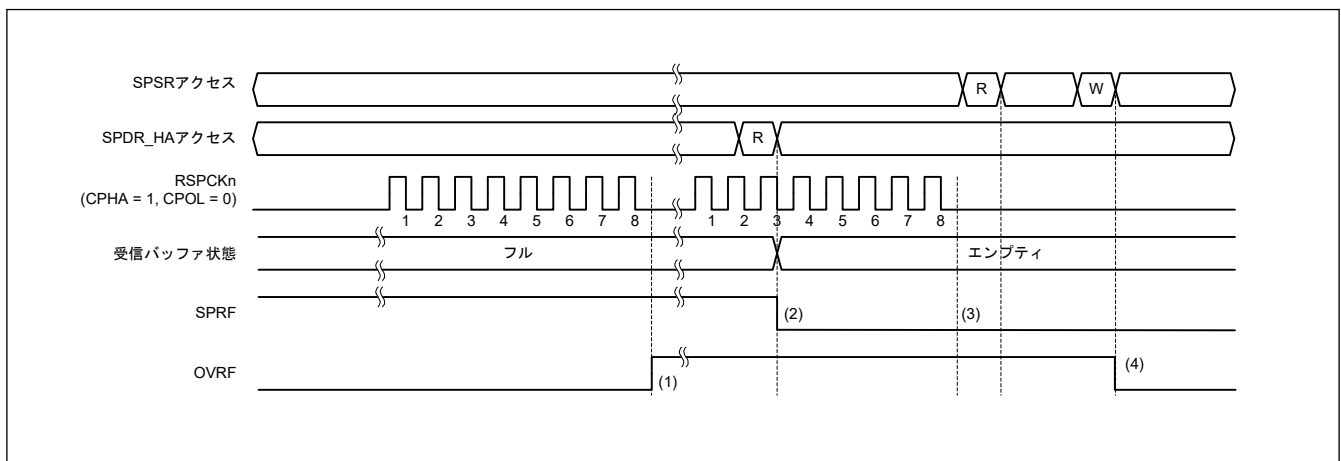

図 34.37 OVRF フラグおよび SPRF フラグの動作例
図 34.37 に OVRF フラグと SPRF フラグの動作例を示します。図 34.37 に記載した SPSR アクセスと SPDR_HA アクセスは、それぞれ SPSR、SPDR_HA レジスタへのアクセス状況を示しています。W は書き込みサイクル、R は読み出しサイクルを示しています。この例では、SPCMDm.CPHA ビットが 1、SPCMDm.CPOL ビットが 0 の設定で、SPI が 8 ビットのシリアル転送を実行しています。RSPCKn 波形の下に記載した数字は RSPCK サイクル数 (= 転送ビット数) を示しています。
以下に、図 34.37 の (1)～(4) に示したタイミングでのフラグの動作内容を説明します。